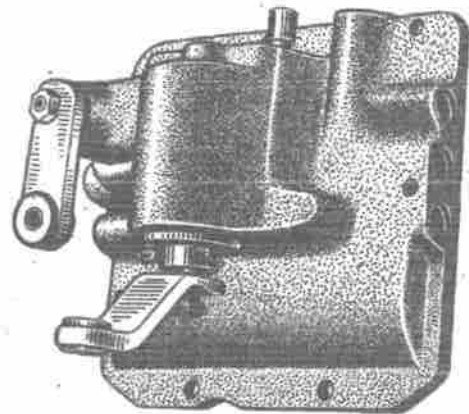

Bild 118. Einbauen des Sicherheitsventils und des äußeren Hebel für Wahl und Umschaltung der Gänge
10. Sicherheitsventil einschrauben (Bild 118).
11. Hebel auf die Vielkeilnuten der Schalt- und Wahlwellen aufsetzen und mit Muttern und Federringen befestigen (Bild 118).